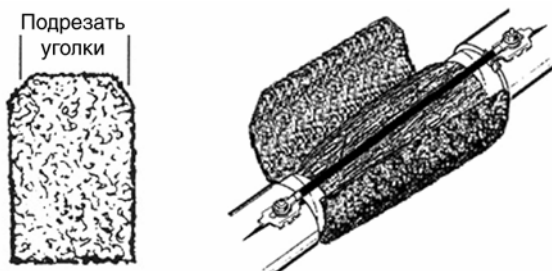

Рис. 10.12 Оборачивание распушенного сердечника кабеля объемной сеткой
10.2.8. Подрезать ножницами углы объемной сетки и обернуть ею распушенный участок жил кабеля (рис. 10.12). Зафиксировать объемную сетку по краям и в середине пластмассовыми ремешками-стяжками. Излишки ремешков откусить кусачками.